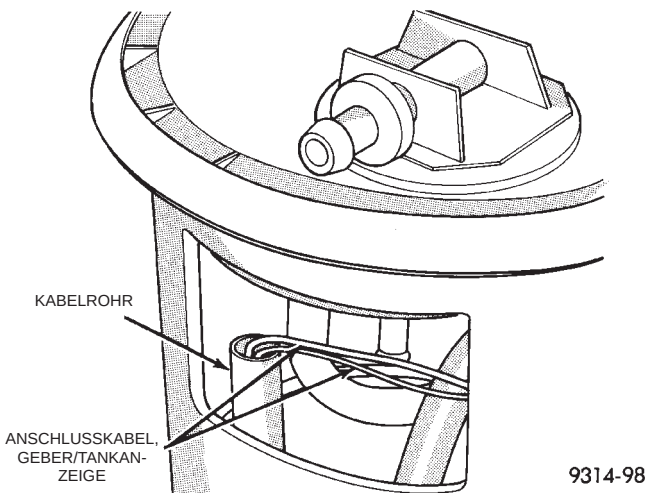

Abb. 19 Kabelrohr in der Kraftstoffpumpeneinheit
(5) Die Anschlußkabel des Gebers/Tankanzeige durch das Kabelrohr in der Kraftstoffpumpeneinheit ziehen (Abb. 19).